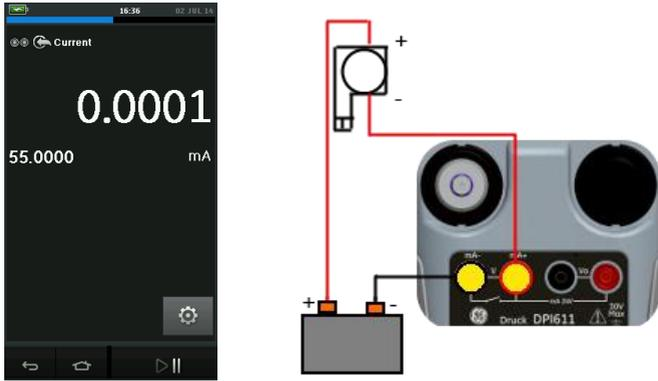
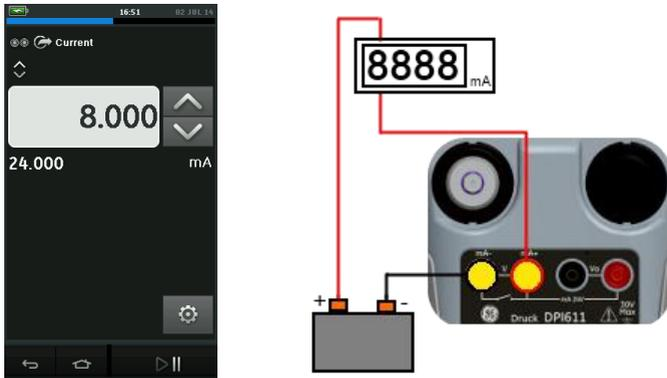

图 2-19 用外接循环驱动测量电流 (范围:  $\pm 55$  mA)
图 2-20 用外接循环驱动追踪电流 (范围: 0 to 24 mA)
- 图 2-19， 图 2-20 显示怎样设置用外接循环驱动去测量 ( $\pm 55 \text{ mA}$ ) 或追踪(0 to 24 mA) 电流。